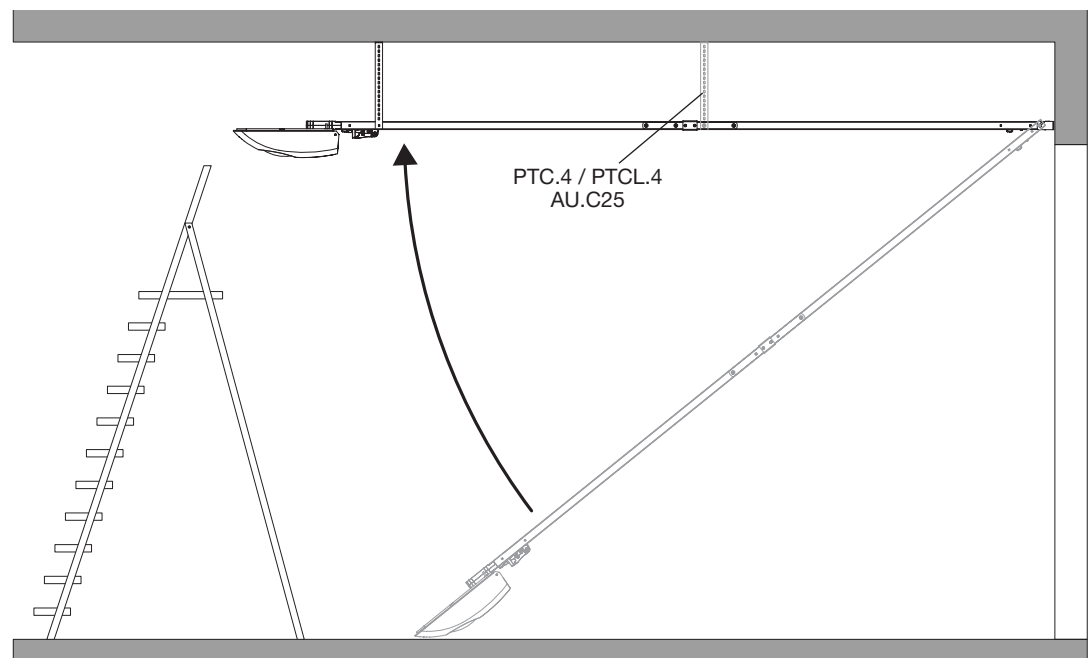

Fig. 12
- h) Mit Hilfe einer Leiter den Antrieb (Abb. 12) heben und die Befestigungsstellen der Bügel markieren, bohren und den Antrieb mit geeigneten Schrauben und Dübeln befestigen.